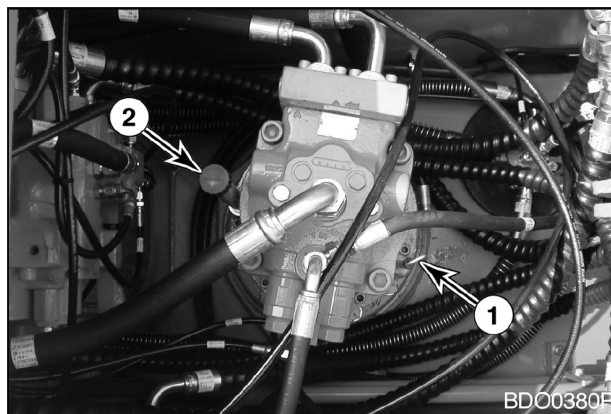

Рис. 69
4. Снять сапун/заливную заглушку (2, рис. 69) и добавить масло до отметки “Н” на щупе (1, рис. 69).